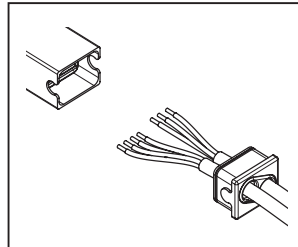

Рисунок 4: Кабель двигателя и кабель питания
4. Зачистите кабель двигателя и кабель питания примерно на 3 см, а затем отдельные провода примерно на 6 мм (Рисунок 4).